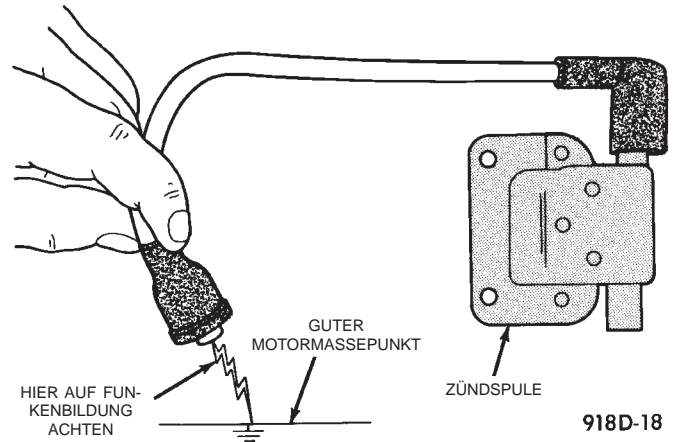

Abb. 6 Funkenprobe — Typisch
(1) Zündspulenkabel von der mittleren Fassung der Verteilerkappe abbauen und danach das Kabelende in einem Abstand von ca. 12 mm (1/2 Zoll) an einen guten Motormassepunkt halten (Abb. 6).